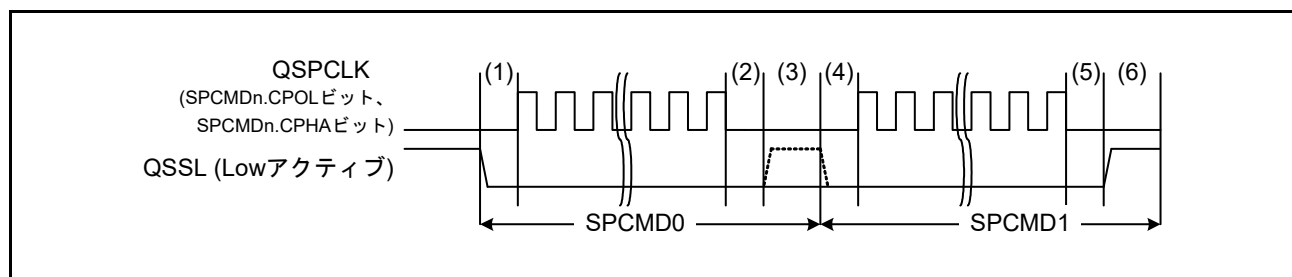

図 41.14 QSSL 信号レベル保持を利用したバースト転送の例 (Single-SPI モード) (n = 0 ~ 3)
もう一つの方法はシリアル転送終了後、次のシリアル転送まで QSSL をアサートし続けることでバースト転送を実行する方法です。SPCMDn.SSLKP ビット (n=0~3) を“1”にすると、その SPCMDn レジスタに対応する転送終了から次の転送までの間 QSSL 信号をアサートし続けます。QSSL 信号レベル保持機能を利用したバースト転送の例を図 41.14 に示します。図中 (1) ~ (6) の動作内容を以下に説明します。
- (1) SPCMD0 レジスタに従ったクロック遅延期間です。バースト転送の最初の転送では 1.5 QSPCLK 以上となるように設定してください。
- (2) SPCMD0 レジスタに従った QSSL ネゲート遅延期間です。SPCMD0.SSLKP ビットを“1”にしているため、QSSL ネゲート遅延期間後も QSSL はネゲートされません。SPCMD0.SLNDEN ビットの設定により期間の長さが変化します。SPCMD0.SLNDEN ビットを“1”にすると SSLND レジスタの設定値に従います。SPCMD0.SLNDEN ビットを“0”にすると 0 QSPCLK となります。
- (3) SPCMD0 レジスタに従った次アクセス遅延期間です。SPCMD0.SSLKP ビットを“1”にしているため、この期間も QSSL はネゲートされません。SPCMD0.SPNDEN ビットの設定により期間の長さが変化します。SPCMD0.SPNDEN ビットを“1”にすると SPND レジスタの設定値に従います。SPCMD0.SPNDEN ビットを“0”にすると 0 QSPCLK となります。
- (4) SPCMD1 レジスタに従ったクロック遅延期間です。SPCMD1.SCKDEN ビットの設定により期間の長さが変化します。SPCMD1.SCKDEN ビットを“1”にすると SPCKD レジスタの設定値に従います。SPCMD1.SCKDEN ビットを“0”にすると 0 QSPCLK となります。
- (5) SPCMD1 レジスタに従った QSSL ネゲート遅延期間です。バースト転送の最後の転送では 1 QSPCLK 以上となるように設定してください。SPCMD1.SSLKP ビットを“0”に設定しているため、QSSL ネゲート遅延期間後に QSSL がネゲートされます。
- (6) SPCMD1 レジスタに従った次アクセス遅延期間です。バースト転送の最後の転送では 1 QSPCLK 以上となるように設定してください。また、SPCMD1.SSLKP ビットを“0”として QSSL をネゲートしてください。